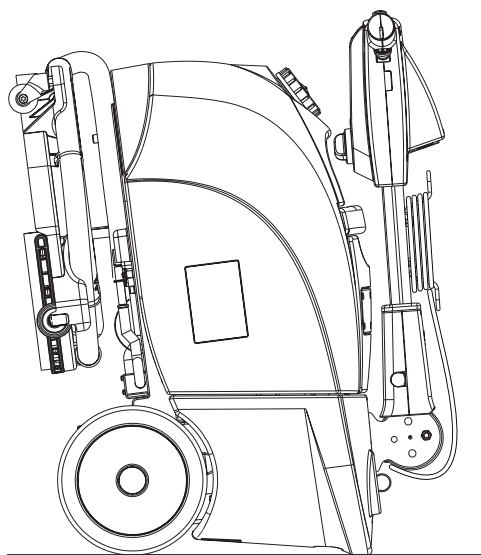

Figura 4
2. Abrir la tapa (4) y desconectar el conector de la batería (7).
4. Para proteger el cepillo y los cauchos de la boquilla doblar el manillar (2) adelante y aparcas la máquina como indicado en la figura 4.